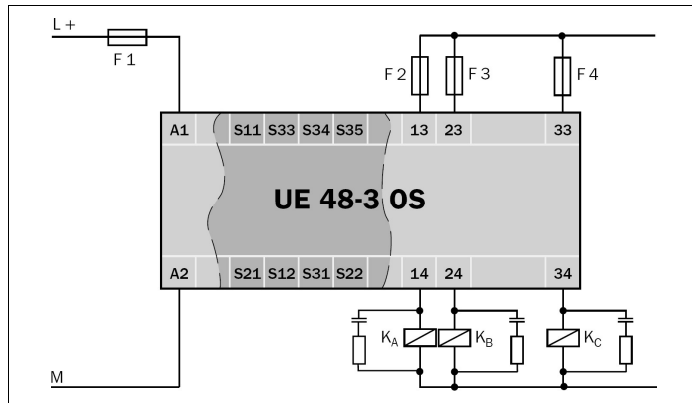

Abb. 2: Basisbeschriftung UE48-30S: Spannungsversorgung, zweikanaliger Ausgangskreis (siehe Technische Daten)
- Um das Verschweißen der Kontakte der eingebauten Relais zu verhindern, ist eine Überspannungsschutzvorrichtung, Kurzschlusschutz (Betriebsklasse gG) nach der entsprechenden Gebrauchskategorie zu wählen und in die Freigabestrompfade einzubinden (siehe Abb. 2, Sicherung F2/F3/F4).